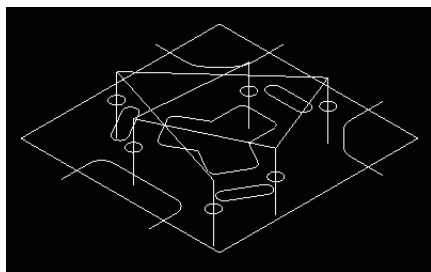

图 2-17 深孔钻刀具路径模拟
4) 新建操作群组“钻孔 D5”，从刀库中选择直径为 5mm 的钻头，将鼠标移动到钻头处，单击右键打开定义刀具对话框，将刀具直径改为 4.5。图形选择 6 个孔，执行“深孔钻-无啄钻”，进给率：100.0，主轴转速：1200，冷却液：喷油，如图 2-15 所示；在“深孔钻-无啄钻”选项卡中设定深度：-13.3，其余默认，如图 2-16 所示。刀具路径模拟如图 2-17 所示。